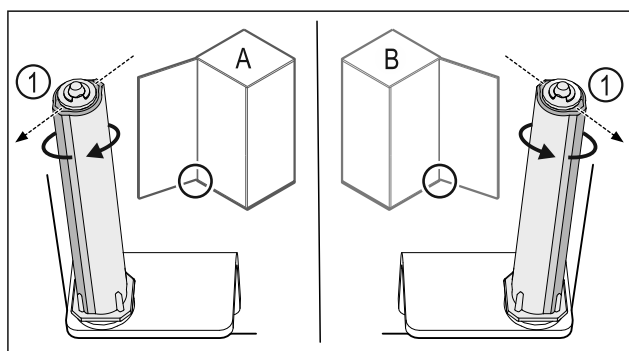

Fig. 23 Venstreanslag (A) / Højreanslag (B)
- Drej lukkesystemet mod modstanden, indtil lukkesystemets forbindelsesdel Fig. 23 (1) peger udad.